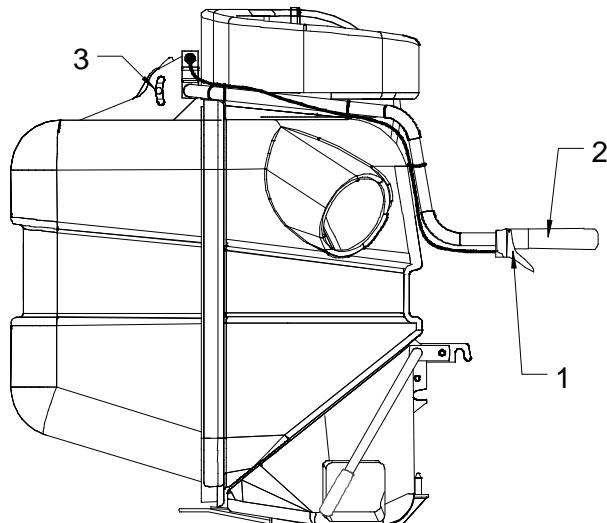

Figure 10
1. Débrayer la tondeuse. Tant qu'elle tourne, l'aspiration à l'intérieur du bac empêche l'ouverture du couvercle. Enfoncer la manette de verrouillage du bras de versage en position de travail, et lever le bras à fond. La goupille s'engage dans un trou lorsque le bras est relevé au maximum. Tirer le bras de versage vers le bas pour déverrouiller et soulever le couvercle arrière. Pour refermer et verrouiller le couvercle, relever à fond le bras de versage, et enfoncez la manette de verrouillage pour libérer la goupille. Redescendre le bras de versage en position de travail (fig. 10).